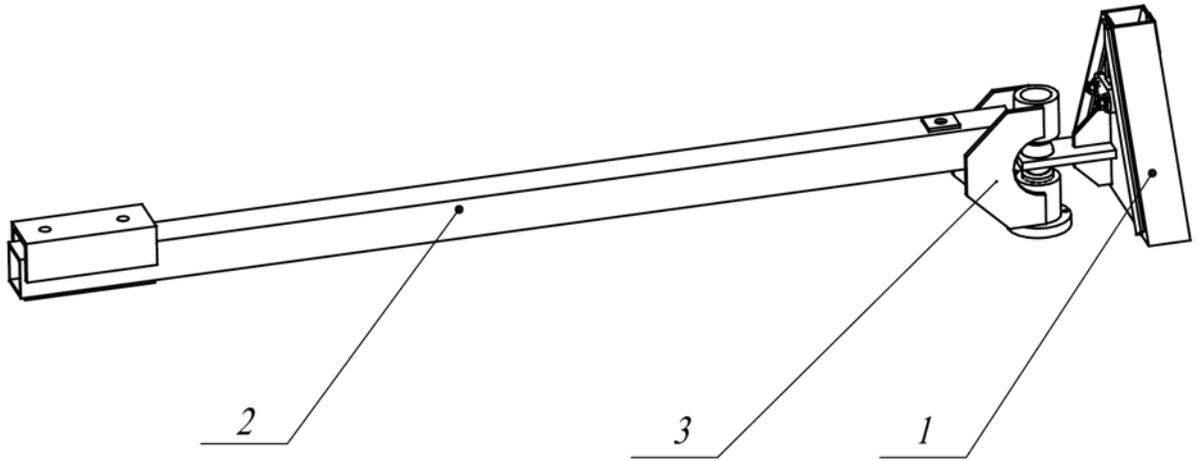

Рис. 5 Сница
2.7 Сница (рис. 5) состоит из укороченного замка 1, шарнирно соединенного с штангой 2. Угол вертикального поворота замка равен  $+20^\circ$ , горизонтальный угол поворота  $+90^\circ$ .